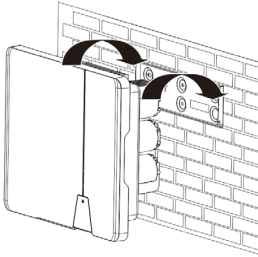

Fig. 6 : Accrochage de l'onduleur sur le support mural
- 2 Accrocher l'appareil sur la plaque de montage (Fig. 6 et 8.2 – Pos 1.) et vérifier qu'il est bien placé.